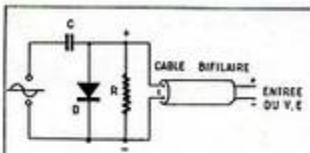
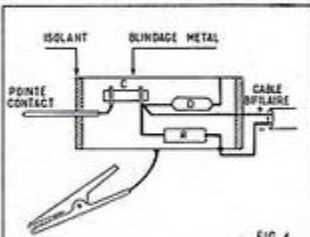

FIG. 3
FIG. 4
Le voltmètre de la figure 2 peut servir également en alternatif en montant à l'entrée un redresseur à diode disposé dans un petit blindage. La figure 3 donne son schéma et la figure 4 la disposition des éléments dans le compartiment blindé. On voit que le montage de cette sonde est extrêmement simple car il ne comprend qu'un condensateur C, une résistance R de 500 k Ω et une diode D. Les caractéristiques de C et D
Un indicateur électronique plus précis est celui de la figure 3 comportant également des transistors. Ceux-ci sont du type NPN. Rappelons à nouveau que les NPN sont alimentés sur batteries à polarités inversées de celles des transistors PNP.
La prise 5 de MF2 est soudée sur la cosse B du support GT759R (2). Sur la prise 4 on soude une résistance de 180 Ω qui va à la ligne 5, une de 33.000 Ω qui va à la ligne +9 V, une de 47.000 Ω qui va à la ligne -9 V et un condensateur de 10 nF aboutissant à la cosse E du support GT759R. Sur cette cosse E on soude une résistance de 2.200 Ω qui va à la ligne +9 V et un condensateur de 10 nF qui va à la prise 2 de MF3. Entre cette prise 2 et la ligne -9 V on place une résistance de 2.200 Ω . La prise 1 de MF3 est soudée sur la cosse C du support GT759R (2), la prise 4 sur la ligne +9 V, quant à la prise 5, elle est connectée à la cosse A de la plaque de bakélite. Entre la cosse K de la plaque de bakélite et la ligne +9 V on soude un condensateur de 10 nF. Sur l'autre face de la plaque-châssis, figure 3 on soude la diode OA79 entre les cosse A et K (le fil repéré par un point ou un anneau de couleur sur la cosse K). La cosse K est connectée à une extrémité du potentiomètre de 5.000 Ω . On relie l'autre extrémité de ce potentiomètre, son boîtier, une cosse de l'interrupteur à l'étrier du transfo DR et à la cosse +9 V. Entre le curseur et la cosse B du support 2N363 on soude un condensateur de 10 μ F 12 V (pôle + vers le curseur). Sur cette cosse B on soude une résistance de 4.700 Ω qui va à la ligne +9 V et une de 120.000 Ω qui va à la ligne -9 V. La cosse E du support 2N363 est reliée à la ligne +9 V.
Revenons à la face de la figure 3. La cosse C du support 2N363 est connectée à la cosse r du transfo TS. Cette cosse r est une cosse relais qui n'a aucune liaison avec les enroulements du transfo. Sur cette cosse r on soude un condensateur de 10 nF qui va à la cosse PM du transfo TS, et une résistance de 2.700 Ω qui aboutit à la cosse P du transfo DR. La cosse P' de ce dernier est connectée à la cosse S' du transfo TS laquelle est reliée à la cosse PM elle-même réunie à la cosse -9 V de la plaque-châssis.